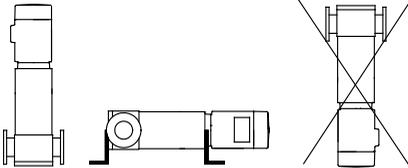

Рис. 2 Встановлення насоса
- Для уникнення перегріву підшипників електродвигуна завжди встановлюйте насос таким чином, щоб електродвигун був над насосом. Див. рис. 2.